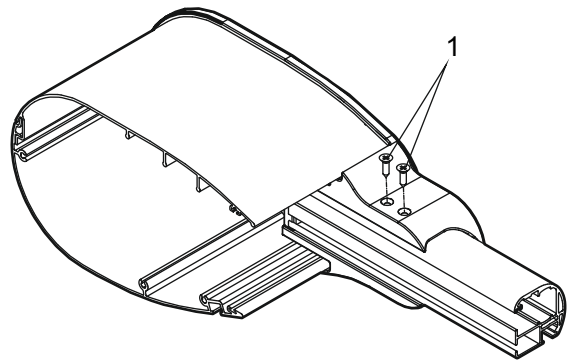

Abb. M19: Befestigung der Kastenseitenkappe an der Führungsschiene
- d. Schieben Sie die Führungsschiene in die Aussparungen der Markisenseitenkappen und verschrauben Sie die Markisenseitenkappen mit den Schrauben „1“ (4,8x19) siehe Abb. M19